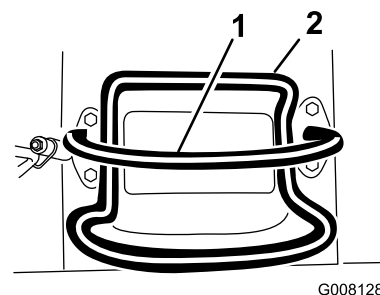

Figura 7
- Pentru a opri maina, eliberai maneta de traciune (Figura 7).